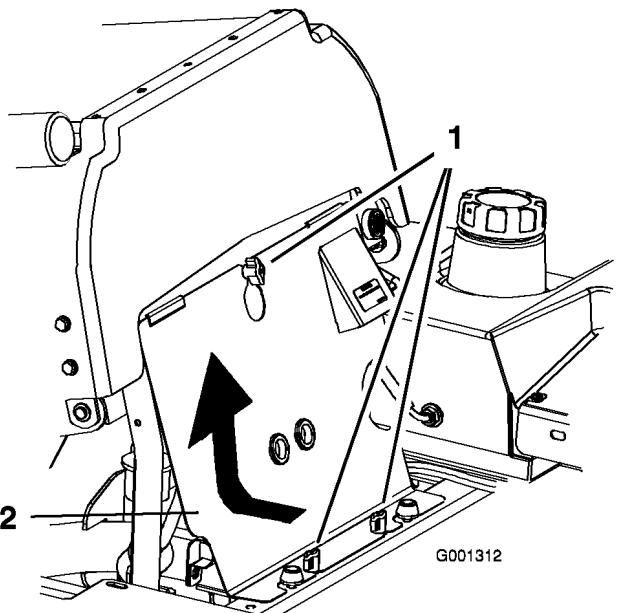

Figure 37
1. Basculez le siège en avant et déposez le panneau avant du moteur (Figure 37).